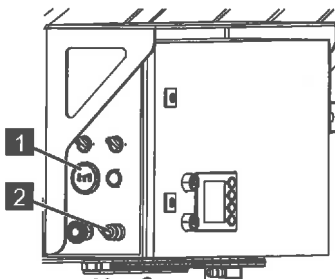

Abb. 220
1. Zündschalter (Abb.220/2) im Uhrzeigersinn auf [1] stellen.
2. Batteriekapazität an der Batterieanzeige (Abb.220/1) ablesen und mit der nachfolgenden Tabelle abgleichen.